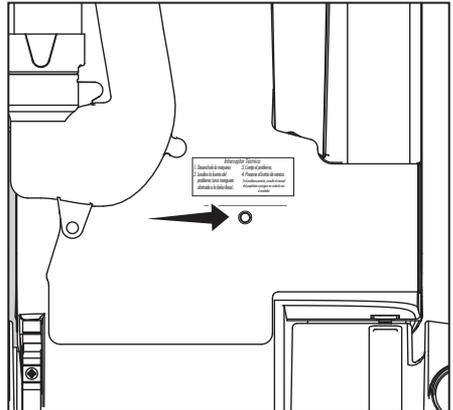

Fig. 2
- Localice el Botón de Reinicio de la Protección Térmica del Motor que se encuentra en la parte posterior de la aspiradora (Fig. 2). Presione el botón y continúe aspirando.